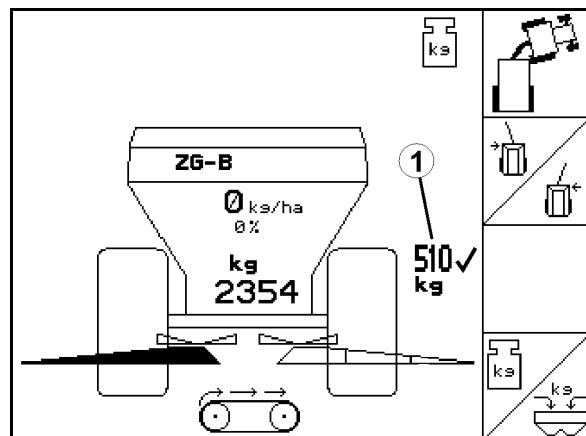

Fig. 19
- Le volume d'engrais épandu est affiché sur le Menu travail (Fig. 19/1).